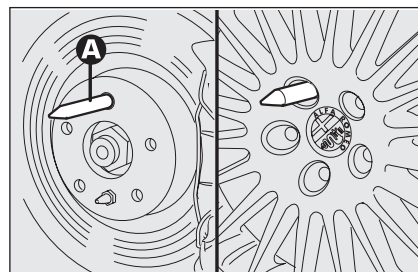

fig. 10
- ☐ visser le pion de centrage **A-fig. 10** dans l'un des trous des boulons présents sur l'enjoliveur;
- ☐ dévisser le pion de centrage **A-fig. 10** et visser le dernier boulon de fixation;